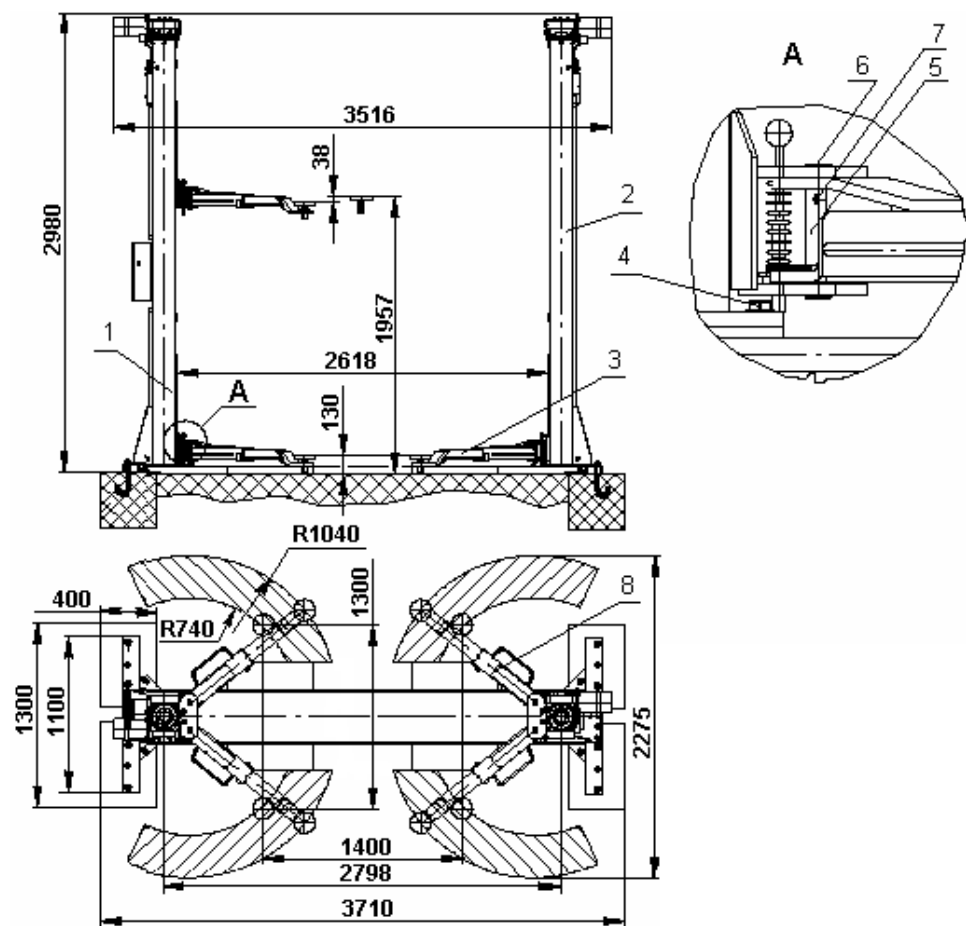

Рис. 2. Подъемник стационарный ПЛД-3-01
Стойки подъемника ПЛД-3-01 крепятся болтами 4 к основанию, установленному на поверхности пола (см. Рис.2).
6.2.5. После застывания бетона закрепить основание анкерными болтами, гайками и шайбами поз.3, 4, 5 (см. Рис. 7) и установить стойки на опорные плиты основания и закрепить болтами поз. 4 (см. Рис.2).